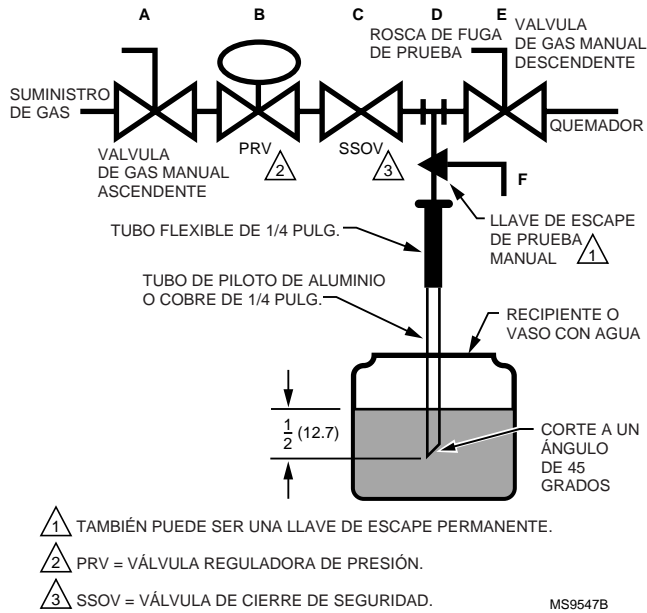

Fig. 7. Prueba de fuga de válvula
Prueba de Fuga de Válvula (Fig. 7)
1. Elimine la energía del sistema de control para asegurar que no haya energía al actuador de la válvula (C, Fig.7).
2. Cierre la válvula manual de gas ascendente (A).
3. Asegúrese de que la llave de escape manual de prueba (F) esté cerrada en el ensamble de rosca de fuga (D).
4. Quite el tapón roscado de prueba de fuga y conecte el aparato de prueba a la rosca de fuga (D).
5. Cierre la válvula manual de gas descendente (E).
6. Abra válvula manual de gas ascendente (A).
9. Abra lentamente la llave de escape de prueba (F).